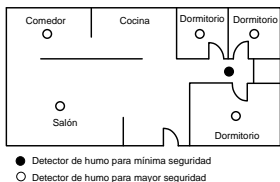

Figura 1: Ubicaciones de instalación para detectores de humo y calor en casas o apartamentos unifamiliares con una sola zona de dormitorio
- Instale el detector de humo y calor en el pasillo, fuera de las distintas zonas de dormitorios (*ver la Figura 1*). Se necesitan dos detectores en una construcción con dos zonas de dormitorios.